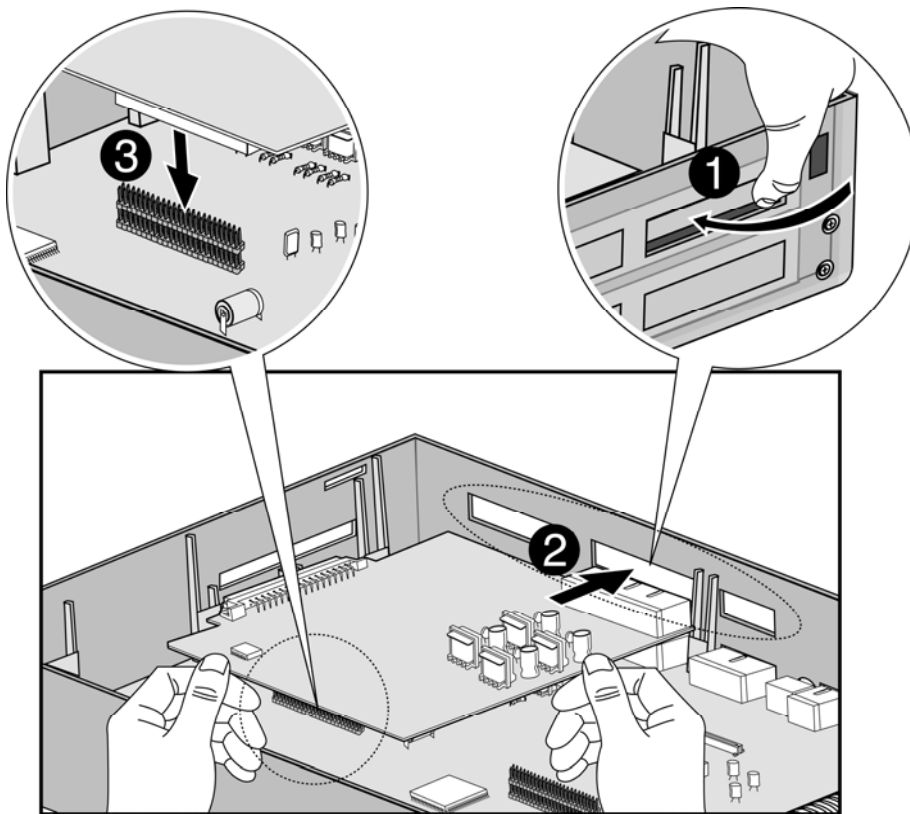

Figura 3.1 Instalación de las tarjetas
1. Antes de insertar la tarjeta, retire el protector, paso 1 Figura 3.1.